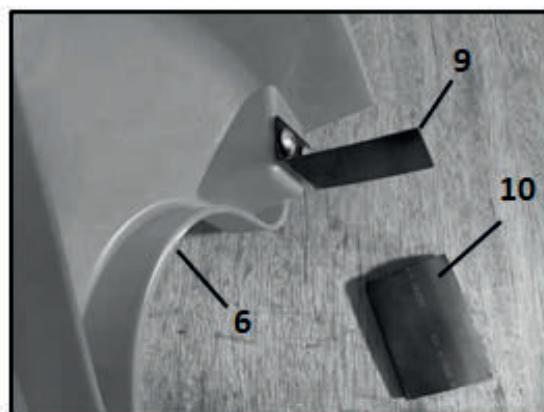

Рис.4
• Нож ограничитель длины лески (9) уже смонтирован на защитном щитке (6)
Примечание: Перед началом работы демонтируйте защитный чехол (10) с ножа для подрезки триммерной лески (Рис.4).